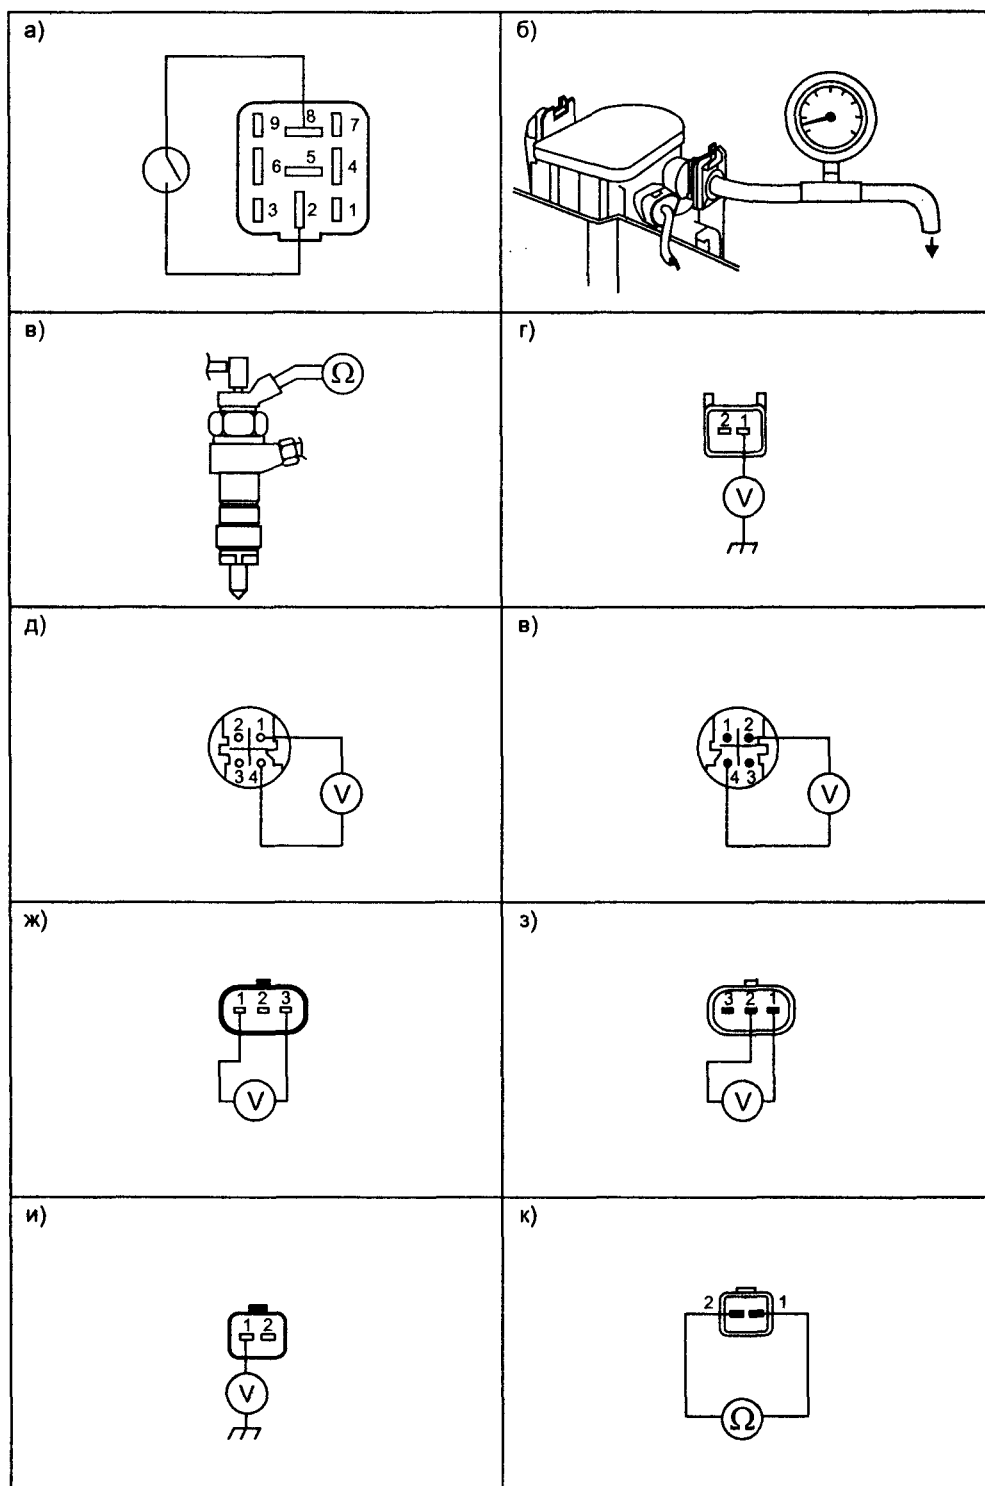

Рис. 1.6.6. Проверка компонентов топливной системы
- собирают диагностическую схему (см. рис. 1.6.6а, реле K20 извлечено из колодки) и проверяют наличие 12 В на контакте «2» разъемов насосов FTP (см. схему на рис. 1.6.2) при включенном сервисном выключателе. Если питания нет, проверяют соединения, Если питание есть, заменяют неисправный насос FTP (или оба);
- воспользовавшись диагностической схемой (см. рис. 1.6.6а) и подходящим манометром (см. рис. 1.6.6б — манометр включен между наружным топливоподающим насосом и топливным фильтром), проверяют давление топлива в магистрали низкого давления. Его величина должна быть не ниже 2,5 bar, если давление ниже или отсутствует, заменяют неисправный насос FTP (или оба).
- отключают форсунки от жгута и измеряют сопротивление их обмоток, оно должна быть около 0,2 Ом (см. рис. 1.6.6в), если есть отклонения, форсунки заменяют;
- включают зажигание и проверяют наличие напряжения 1 В контакте «1» разъемов жгута форсунок (см. рис. 1.6.6г), если питания нет, проверяют замок зажигания, соответствующие соединения и при необходимости возвращаются к проверке ЕСМ;
Для проверки датчика FPS отключают его от жгута и, включив зажигание, измеряют напряжение между контактами 1 и 4 разъема жгута датчика (см. рис. 1.6.6д), его величина должна быть около 5 В. Если этого нет, проверяют замок зажигания, предохранители F14, F34, реле K46, соответствующие соединения и при необходимости возвращаются к проверке ЕСМ. Если все в порядке, подключают разъем FPS датчика на место и, включив зажигание, проверяют выходной сигнал датчика: на контактах 2 и 4 должно быть около 4,4 В (см. рис. 1.6.6е). Если этого нет, заменяют датчик или при необходимости возвращаются к проверке топливных насосов магистрали низкого давления.
Датчик FRP основной задающий элемент ЭСУД дизеля с впрыском Common Rail. Напряжение на выходе датчика изменяется в пределах 0,3...4,5 В и пропорционально давлению топлива в аккумуляторе. Для проверки FRP датчика отключают датчик FRP от жгута и, включив зажигание, измеряют напряжение на контактах 1 и 3 разъема жгута датчика (см. рис. 1.6.6ж), его величина должна быть около 5 В. Если этого нет, проверяют замок зажигания, предохранители F13, F14, F34, реле K46, соответствующие соединения и при необходимости возвращаются к проверке ЕСМ.
Если питание есть, подключают разъем FPS датчика на место и, включив зажигание, проверяют выходной сигнал датчика на контактах 1 и 2 в различных режимах работы двигателя (см. рис. 1.6.6з, табл. 1.6.3 и осц. 8 на рис. 1.6.5 — пуск двигателя, осц. 9 на рис. 1.6.5 — режим х.х, осц. 10 на рис. 1.6.5 — свободное ускорение). При несоответствии сигнала датчика контрольным значениям датчик заменяют.